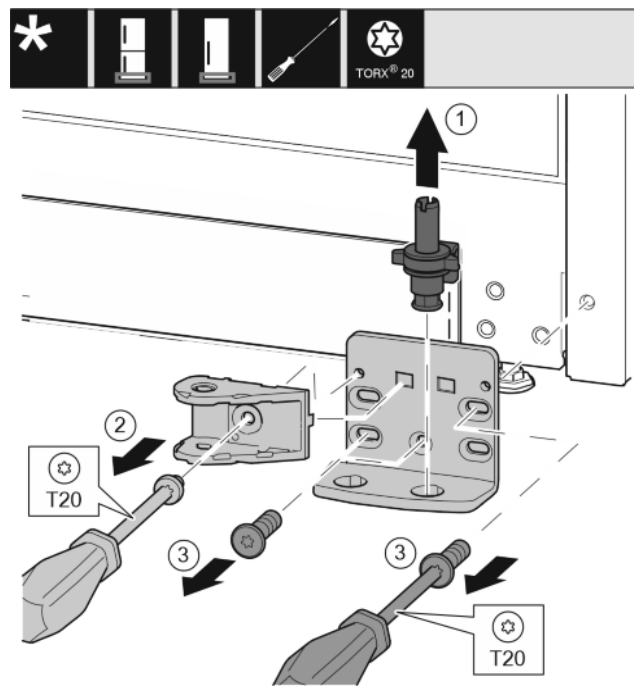

Fig. 27
- Izvucite podložak ležaja kompletno prema gore. Fig. 27 (1)
- Odvijačem T20 odvijte vijke i skinite spojni element prigušivača zatvaranja. Fig. 27 (2)
- Odvijačem T20 odvijte vijke i skinite podložak ležaja. Fig. 27 (3)